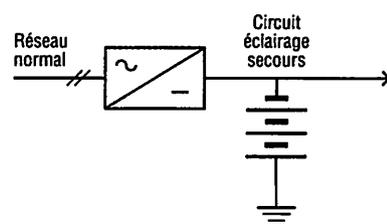

Fig. 10 : Source centrale pour éclairage de sécurité.
3.1. Source centrale (fig. 10)